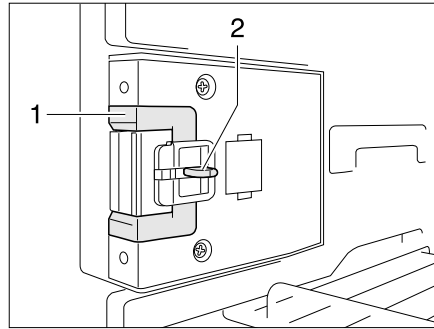
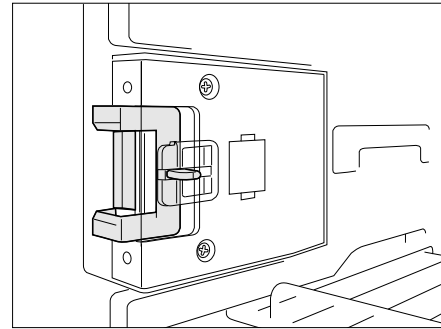

Fig. 340 Dispositivo di chiusura in posizione normale
Fig. 341 Dispositivo di chiusura in posizione di ricircolo d'aria
- Premere il dispositivo di sblocco (Fig. 340,2).
- Spingere il dispositivo di chiusura (Fig. 340,1) in avanti (Fig. 341).